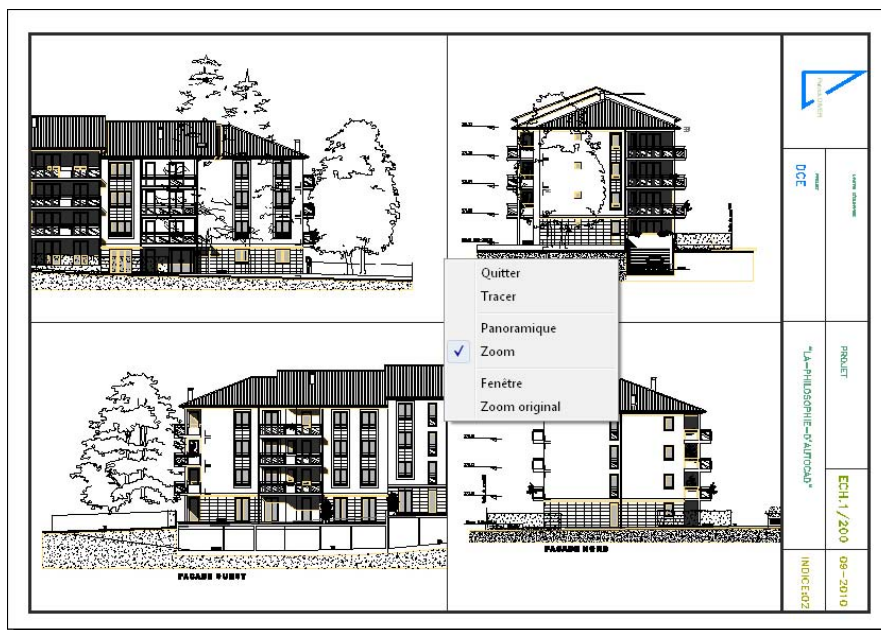

Figure 6.56
15. L'aperçu avant impression apparaît à l'écran (voir Figure 6.56). Il est possible désormais de juger de l'état final du rendu du dessin et de zoomer si nécessaire. Pour l'imprimer, il suffit de cliquer du bouton droit et de sélectionner l'option Tracer. AutoCAD lance alors l'impression à l'imprimante ou au traceur enregistré dans les paramètres de la Présentation 2.